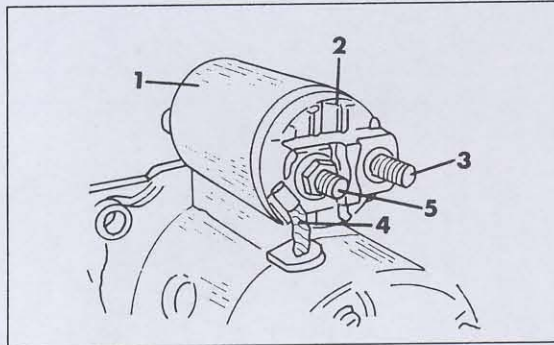

Bild 332
- Anschlagring am Ende der Ankerwelle mit einem Rohrstück oder einer langen Stecknuss geeigneten Durchmessers zum Anker schlagen, wie es in Bild 332 gezeigt ist, und den darunterliegenden Sicherungsring entfernen. Das Ende der Ankerwelle entgraten und den Antrieb von der Welle ziehen.